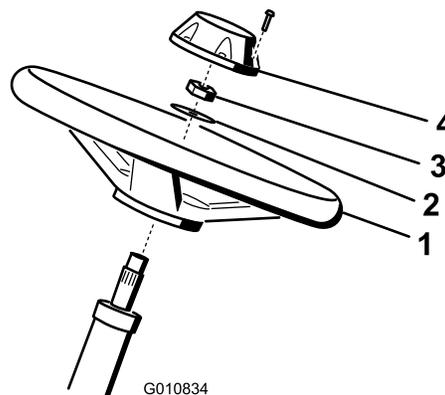

Figure 3
- Glissez le volant sur l'arbre de direction (Figure 3).
- Glissez la rondelle sur l'arbre de direction (Figure 3).
- Fixez le volant sur l'arbre au moyen d'un écrou de blocage serré à un couple de 27 à 35 N·m (Figure 3).
- Fixez le couvercle -moyeu au volant avec une vis (Figure 3).